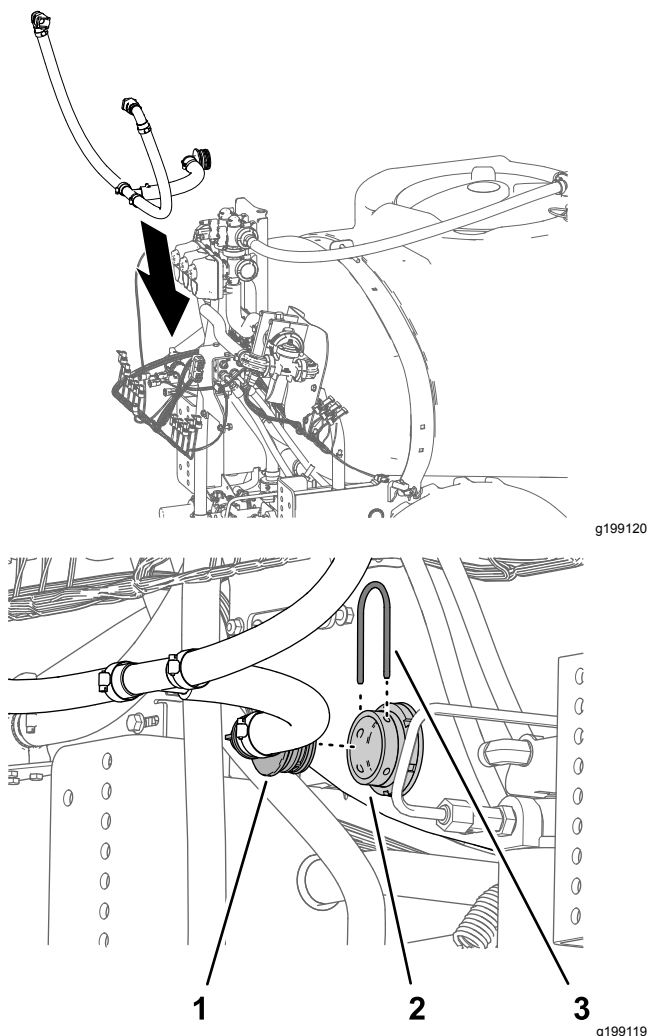

Figura 92
1. Allineate il gruppo flessibili di bypass con il serbatoio dell'irroratrice (Figura 92).